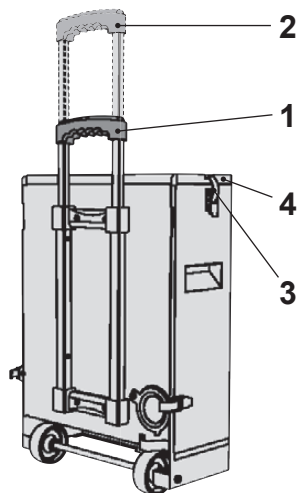

Fig. 05
4. Pour soulever le bac à cendres, amenez la poignée télescopique dans la première position (1, Fig. 05) jusqu'à l'encliquetement et tenez-le en plaçant la deuxième main sous le bac à cendres. Lorsque vous tirez sur le bac à cendres, amenez la poignée télescopique dans la deuxième position (2, Fig. 05) jusqu'à l'encliquetement.
5. Pour le vidage, ouvrez les deux fermetures à genouillère (3, Fig. 05) de la partie haute et retirez le couvercle (4, Fig. 05).